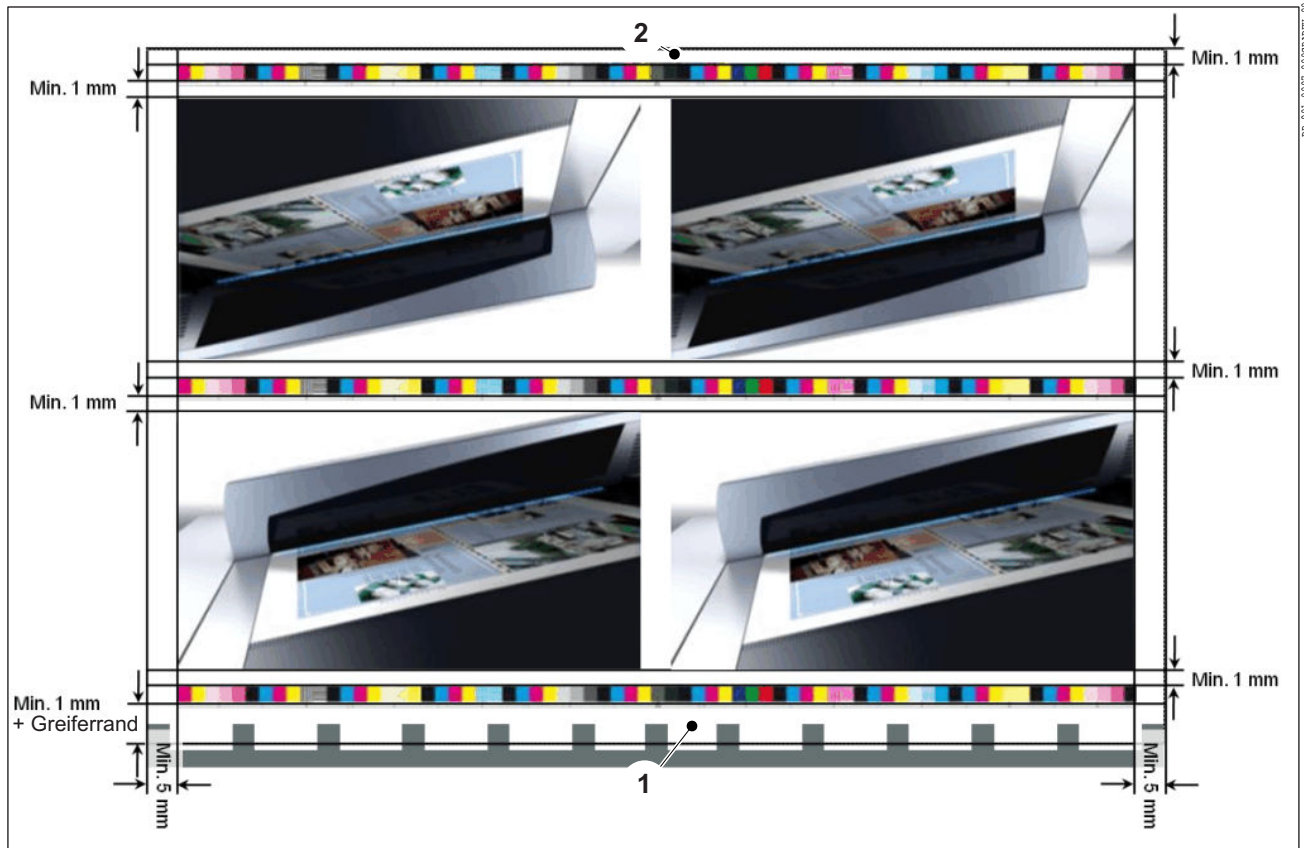

Abb. 35 Montage Prinect Image Control
- Sie können den Druckkontrollstreifen an jeder beliebigen Position zwischen Greiferrand (Abb. 35/1) und Bogenhinterkante (Abb. 35/2) montieren.